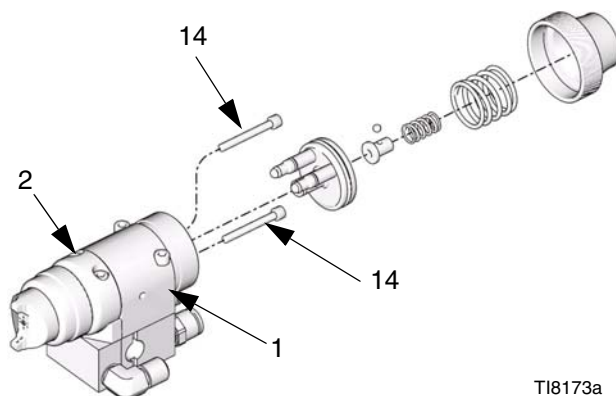

図 . 20
9. ピストンを外します。ペンチを使い、ピストン (3) をピストンハウジング (1) から引き出します。図 . 20 を参照してください。
10. ネジ (14) 2 本を外し、液体ハウジング (2) とピストンハウジング (2) を離します。交換する必要があるならば、ガスケット (12) のみを外します。図 . 20 を参照してください。